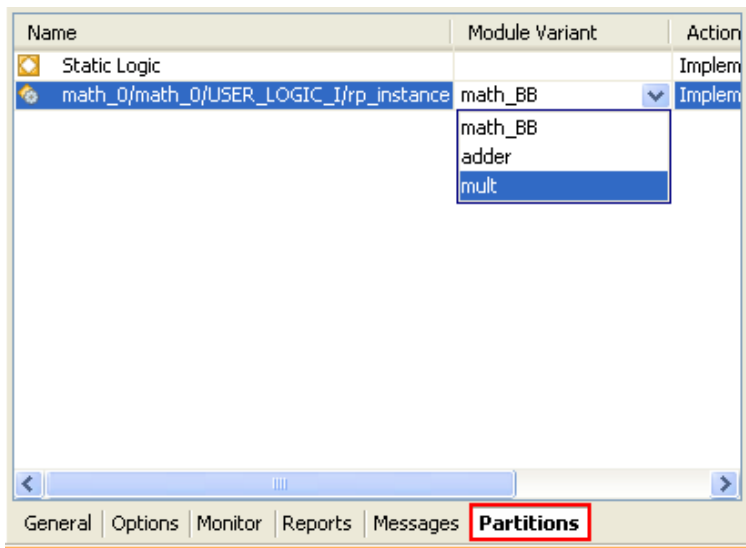

図 25 : [Module Variant] の選択
- 8-2-9. 図 25 のように、[Partitions] タブの [Module Variant] 列のドロップダウン ボタンをクリックし、**mult** を選択します。